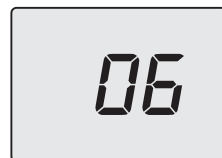

Figura 5.78
- Scorrere i vari parametri utilizzando i tasti 12 (indietro) o 14 (avanti) fino a far apparire sul display LCD le lettere **P10** che si alternano con il valore del parametro (Figura 5.78).